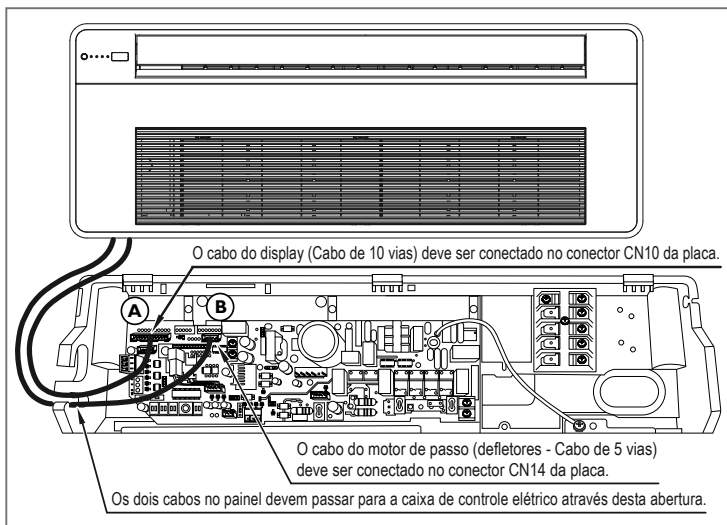

FIG. 22
3. Abra a tampa da caixa de controle elétrico da unidade para conectar a fiação elétrica da grelha; conecte os terminais à placa controladora principal (Fig. 22 abaixo):
- CN14 - para o motor do defletor de ar ("A" - Fig. 22);
- CN10 - para o display de controle ("B" - Fig. 22).